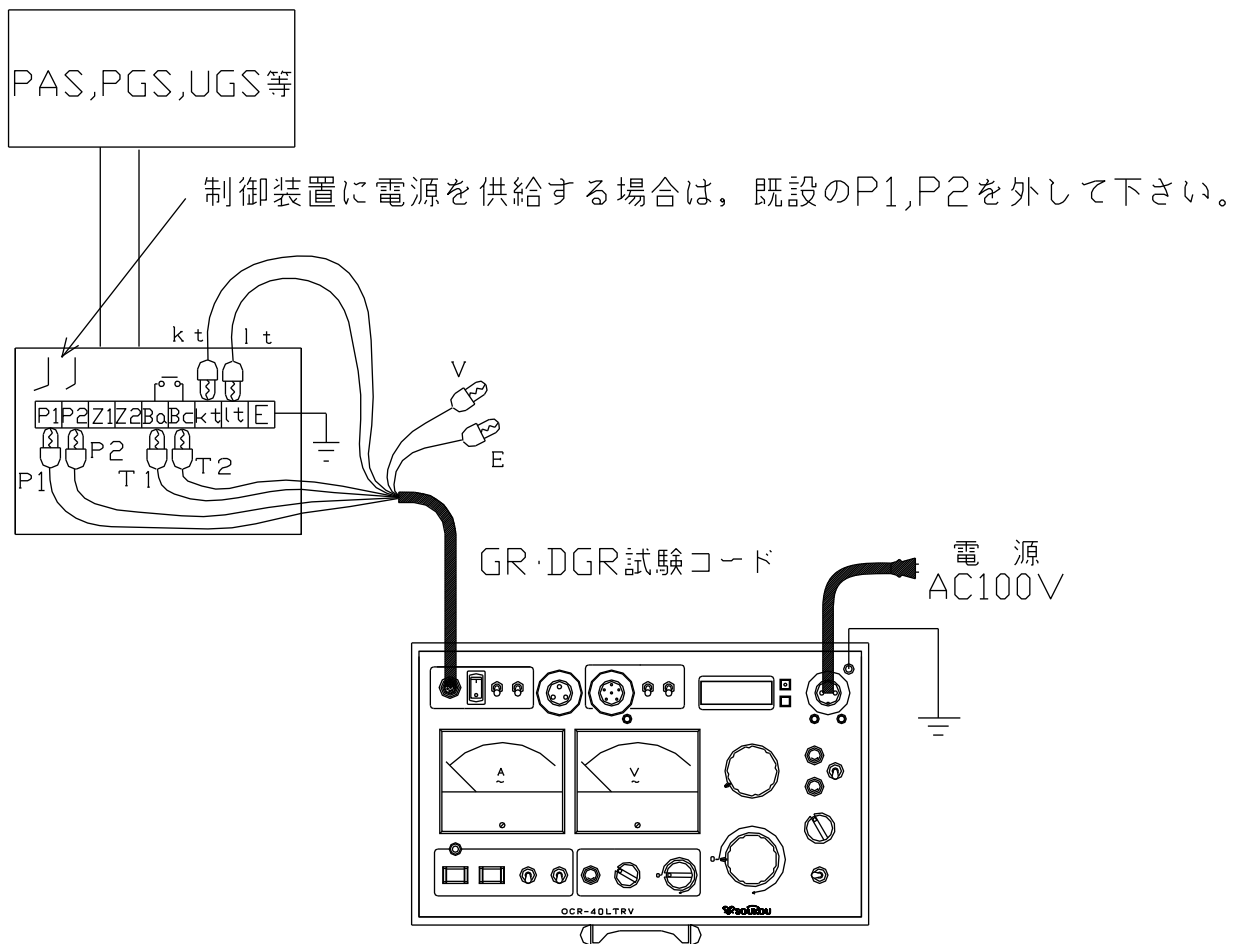

図14：PAS,PGS等の単体試験（停電状態）
7. 以上のような点を注意し、試験回路を構成します。(図14)